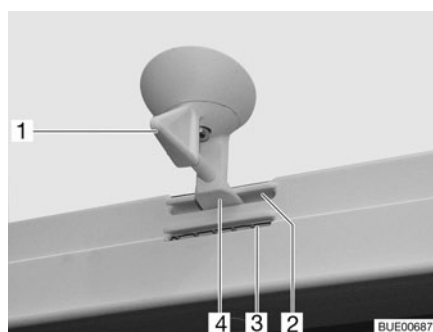
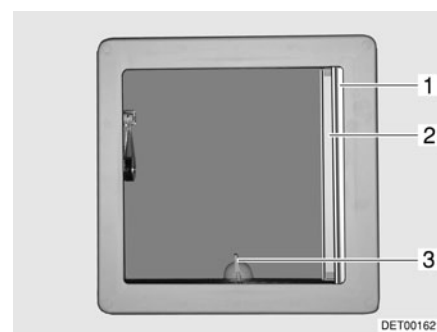

Fig. 65 Claraboya inclinable, bloqueo
Fig. 66 Claraboya inclinable
- Girar la palanca (Fig. 65,1 ó Fig. 66,3) un cuarto de vuelta.
- Girar la palanca un cuarto de vuelta. El bloqueo (Fig. 65,4) tiene que deslizarse dentro de la apertura inferior (Fig. 65,3).
- Girar la palanca un cuarto de vuelta. El bloqueo (Fig. 65,4) tiene que deslizarse dentro de la apertura superior (Fig. 65,2).
- Extraer del estor plegable (Fig. 66,1) y soltarlo en la posición deseada. El estor plegable se queda fijo en esta posición.
- Tirar la mosquitera enrollable (Fig. 66,2) hasta que engatille en el bloqueo del lado contrario.